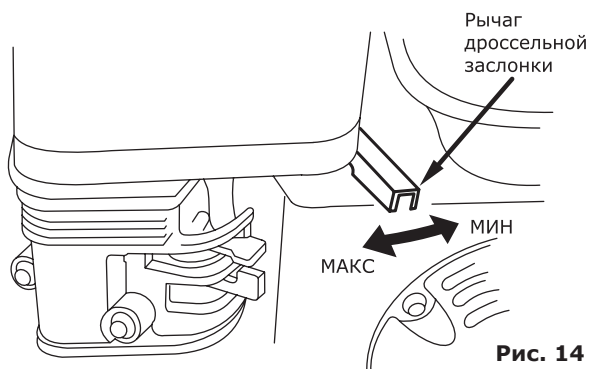

Рис. 14
ки на 1/3 хода в сторону положения «МАКС» (рис. 14).
- После прогрева двигателя поставьте рычаг дроссельной заслонки в положение «МАКС» для самозаполнения шлангов. Если мотопомпа проходит обкатку, то подобная операция производится кратковременно, т.к. в период обкатки запрещается устанавливать максимальные обороты двигателя. Число оборотов двигателя и соответственно производительность мотопомпы регулируется изменением положения рычага дроссельной заслонки (рис. 14).